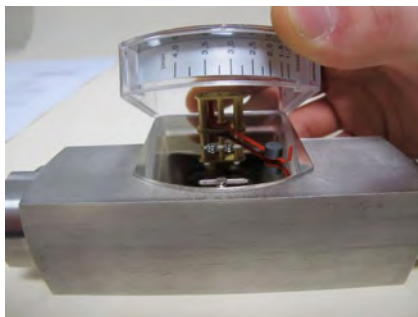

Abb. 39
2. ➤ Anzeige-Deckelplatte gemeinsam mit Kunststoffgehäuse vorsichtig nach oben von der Anzeige-Bodenplatte abziehen (Abb. 39) und entfernen. Darauf achten, dass das Zeigerwerk nicht beschädigt wird